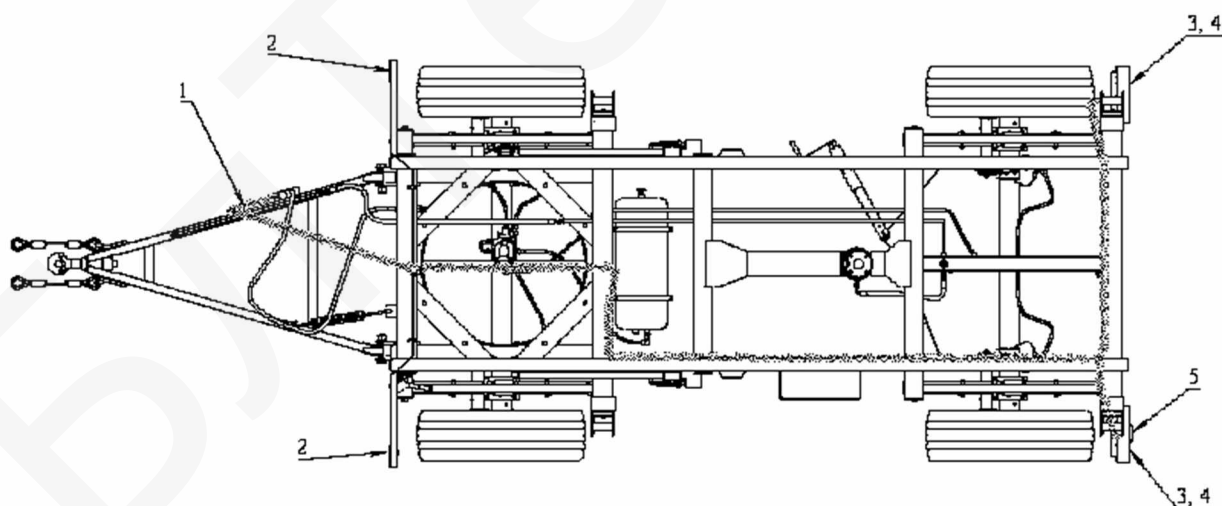

Рисунок 5.2 – Схема установки электрооборудования
- установить электрооборудование и соединить с трактором (рисунок 5.2);